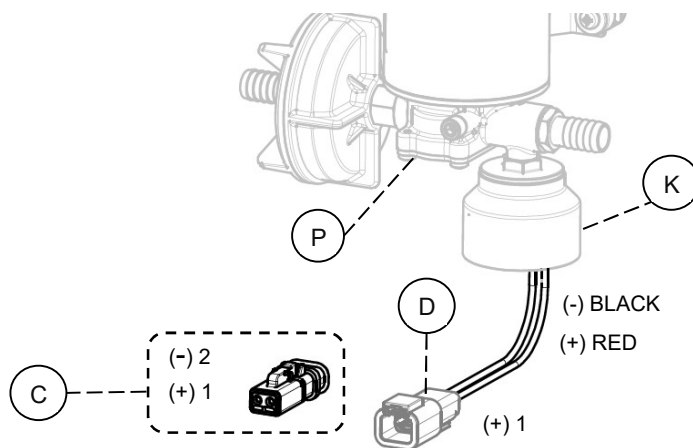

Bild.27
På pumpen (P) sitter en korrekt dimensionerad Deutsch kontakt monterad (D). Motsvarande kontakt medföljer (C) och kopplas in enl. Bild.27; (+) till pol 1 och (-) till pol 2. Pumpen har en inbyggd kontrollenhet (K) för att förhindra att den överbelastas eller körs utan vätska.